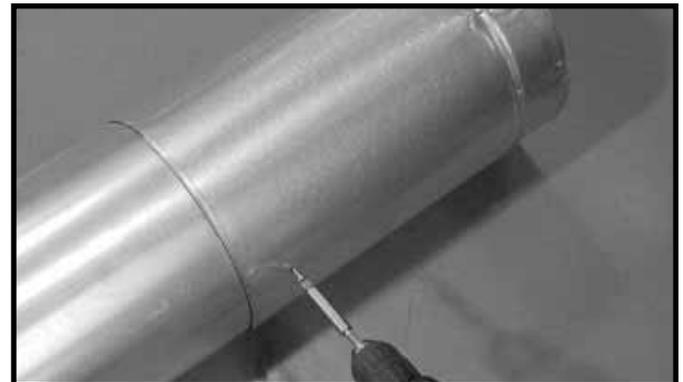

Figura 39. Aseguramiento de la sección ajustable
- Use los hoyos guía de la sección ajustable para unir la sección de tubo fijo y la sección ajustable. Use dos tornillos que no sobrepasen 1,3 cm de largo. Consulte la Figura 39.